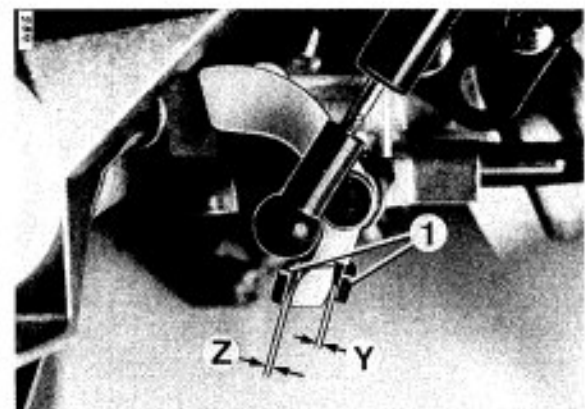

Bild 35
2. FREIGABE UND ZWANGSRÜCKNAHME DER II. STUFE (Bild 35)
- Abstände „Y“ und „Z“ durch Biegen der Gabel (1) einstellen.